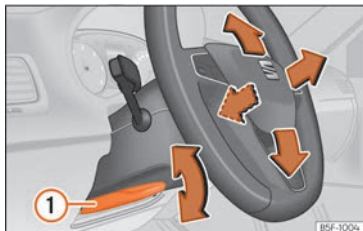

Abb. 20 Hebel auf der linken unteren Seite der Lenksäule.
- Lenkradposition einstellen: Ziehen Sie den Hebel » » **Abb. 20** ① nach unten, bringen Sie das Lenkrad in die gewünschte Position und schieben Sie den Hebel wieder nach oben, bis er seine Verriegelungsposition erreicht.